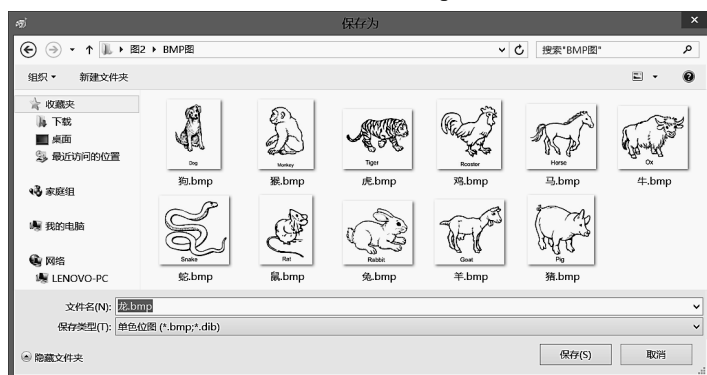

图 8-3-3 图片保存设置
(2) 图片命名后，选择保存类型为单色位图（*.bmp;*.dib），如图 8-3-3 所示。